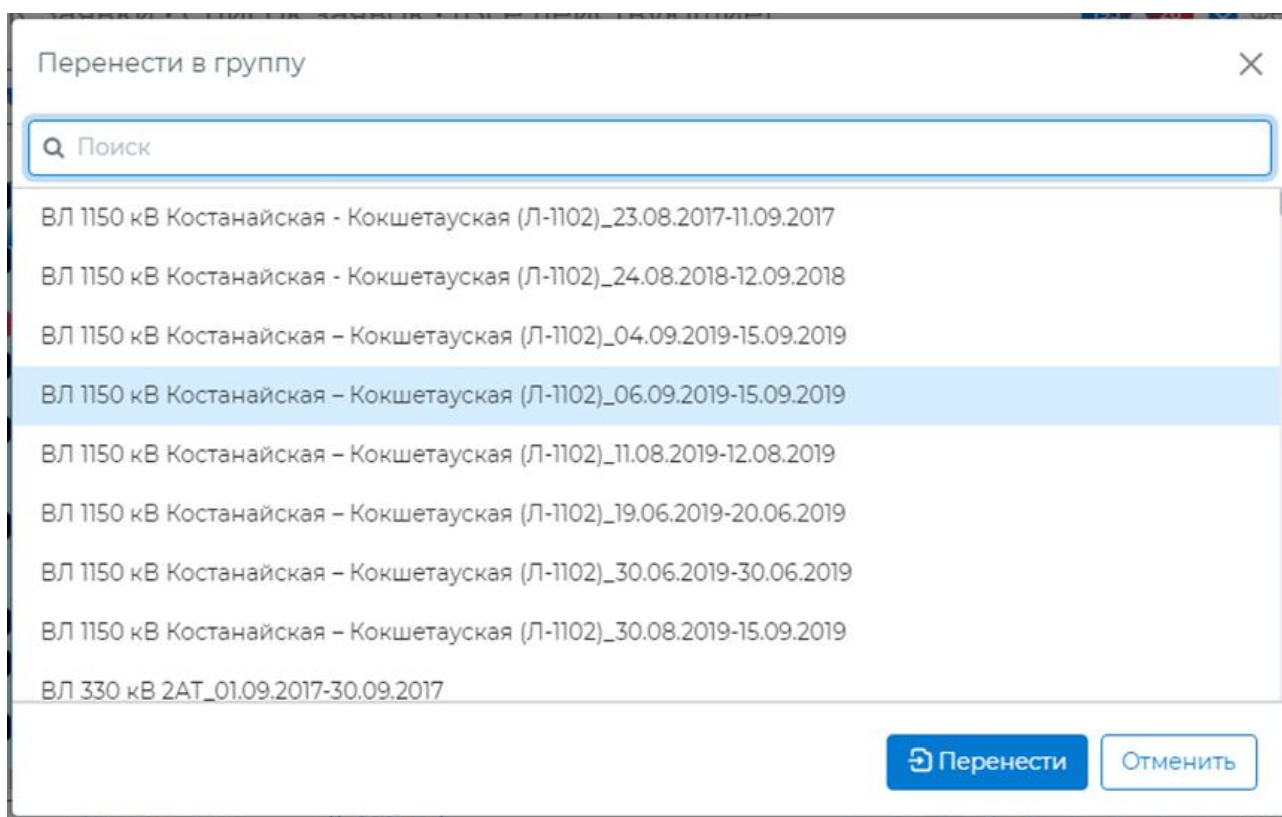

Рисунок 9.20 – Перенос заявки в группу
3) в появившемся списке групп выбрать нужную группу (Рисунок 9.20).